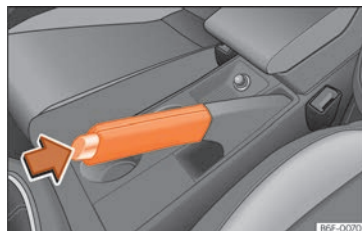

Fig. 219 Il freno a mano, ubicato tra i due sedili anteriori.
– Tirare con decisione la leva del freno a mano verso l'alto » **fig. 219**.
– Tenendo premuto (nella direzione indicata dalla freccia » **fig. 219**) il tasto di sblocco, spostare prima la leva leggermente verso l'alto e poi abbassarla del tutto » **⚠**.